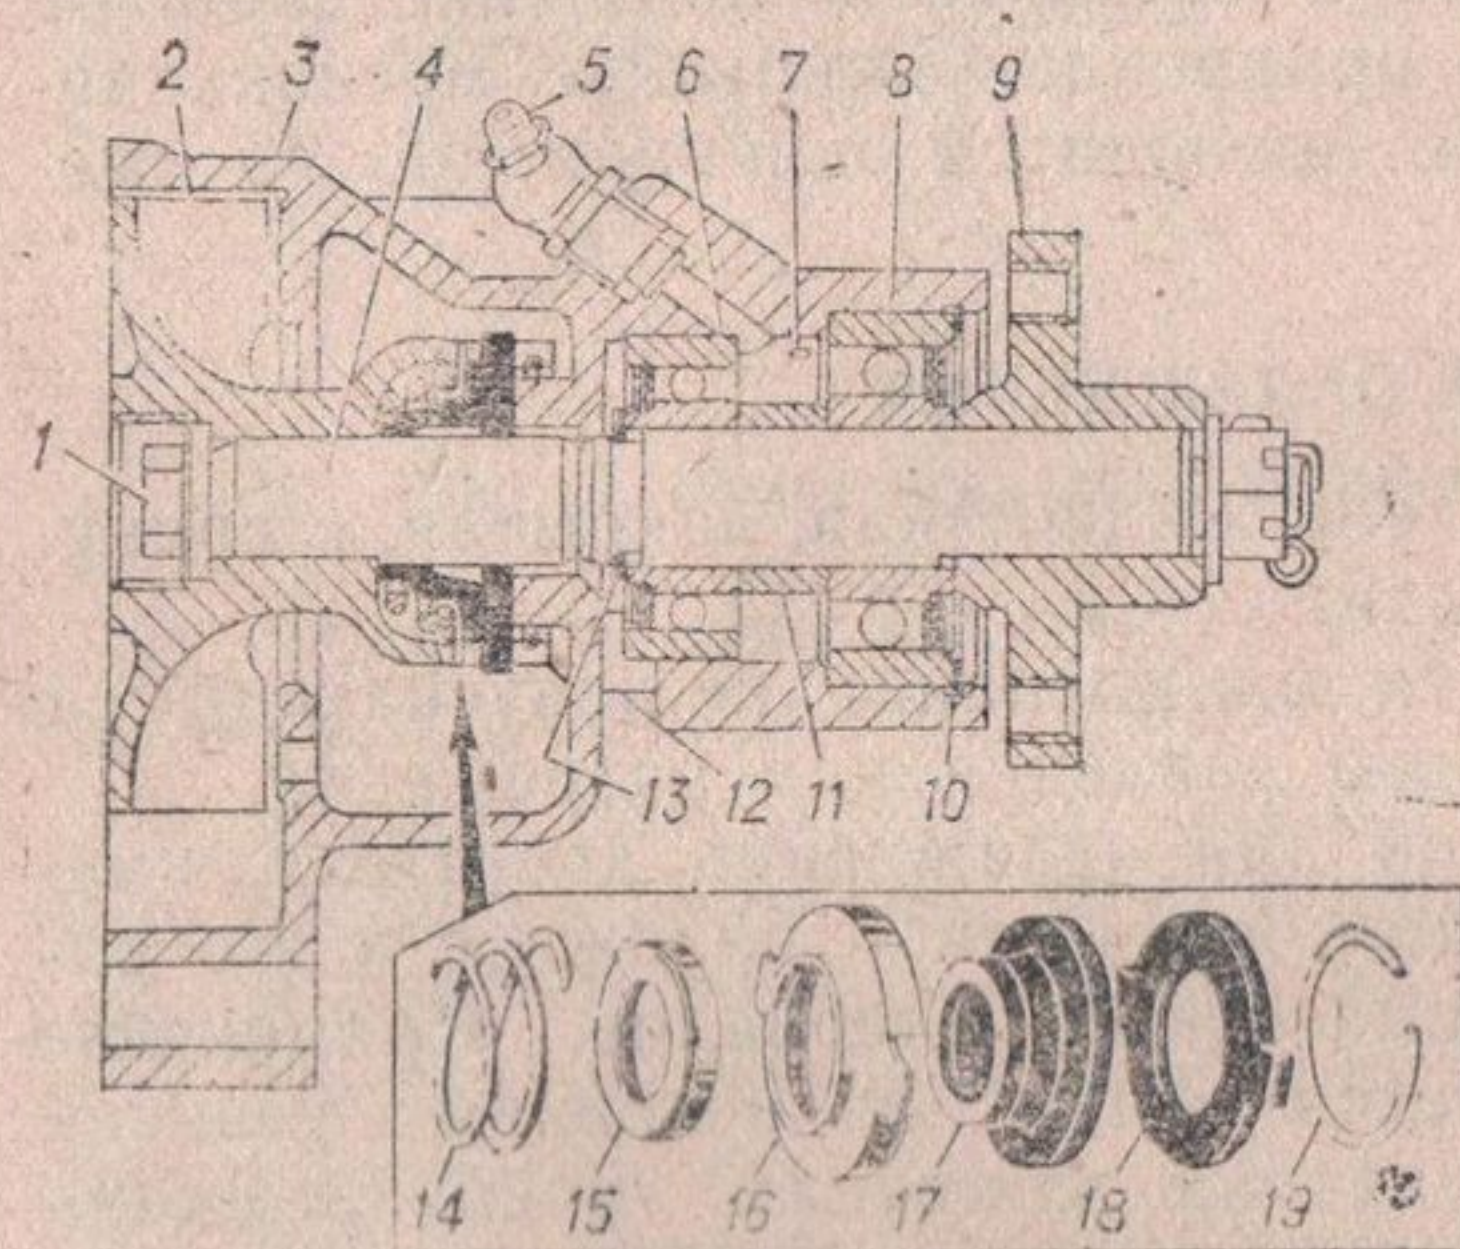

Рис. 8. Водяной насос:
**Водяной насос** (рис. 8) центробежного типа. Для уплотнения насоса служит самоподтягивающийся сальник с пружиной.